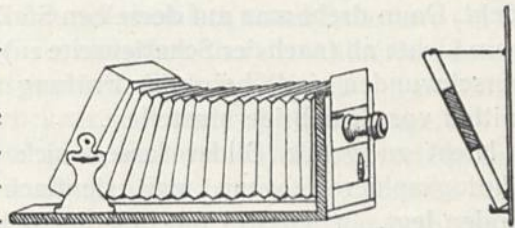

Abb. 146.
**Entzerrung.** Man kann „**verzerrte**“ Bilder, deren lotrecht gleichgerichtete Linien nach oben oder unten zusammenlaufen,1) wieder gerade richten, „**entzerren**“, wenn man nach dem Negativ oder Positiv eine neue Aufnahme in der Weise macht, daß das zu reproduzierende Bild und die Mattscheibe des Aufnahmeapparates nicht gleichlaufen, sondern **entgegengesetzt zueinander geneigt werden** (s. Abb. 146). Je stärker man die Reproduktion bei der neuen Aufnahme vergrößert, desto geringer braucht die gegenseitige Neigung zu sein.